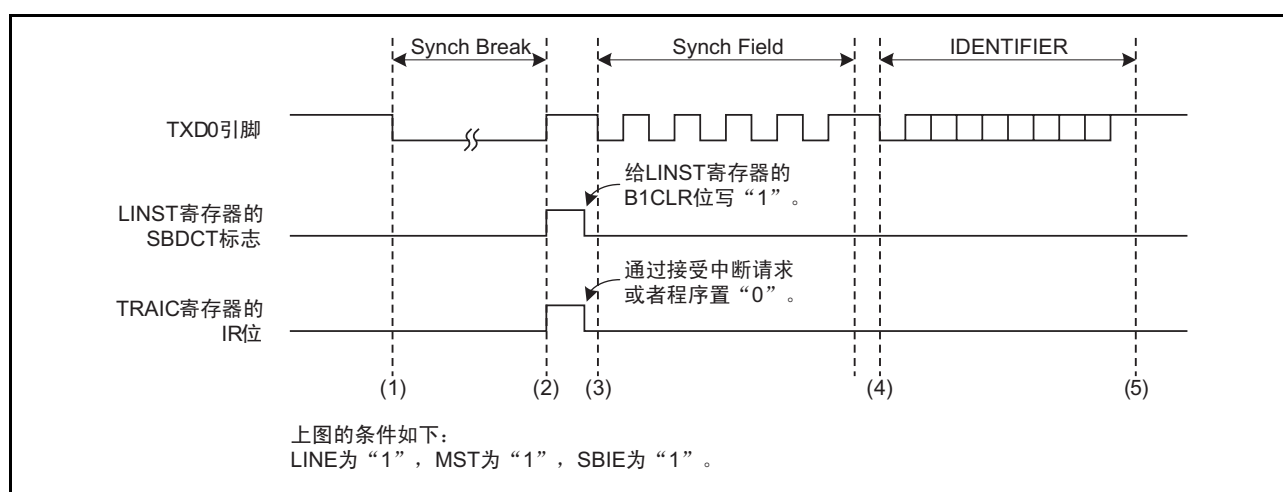
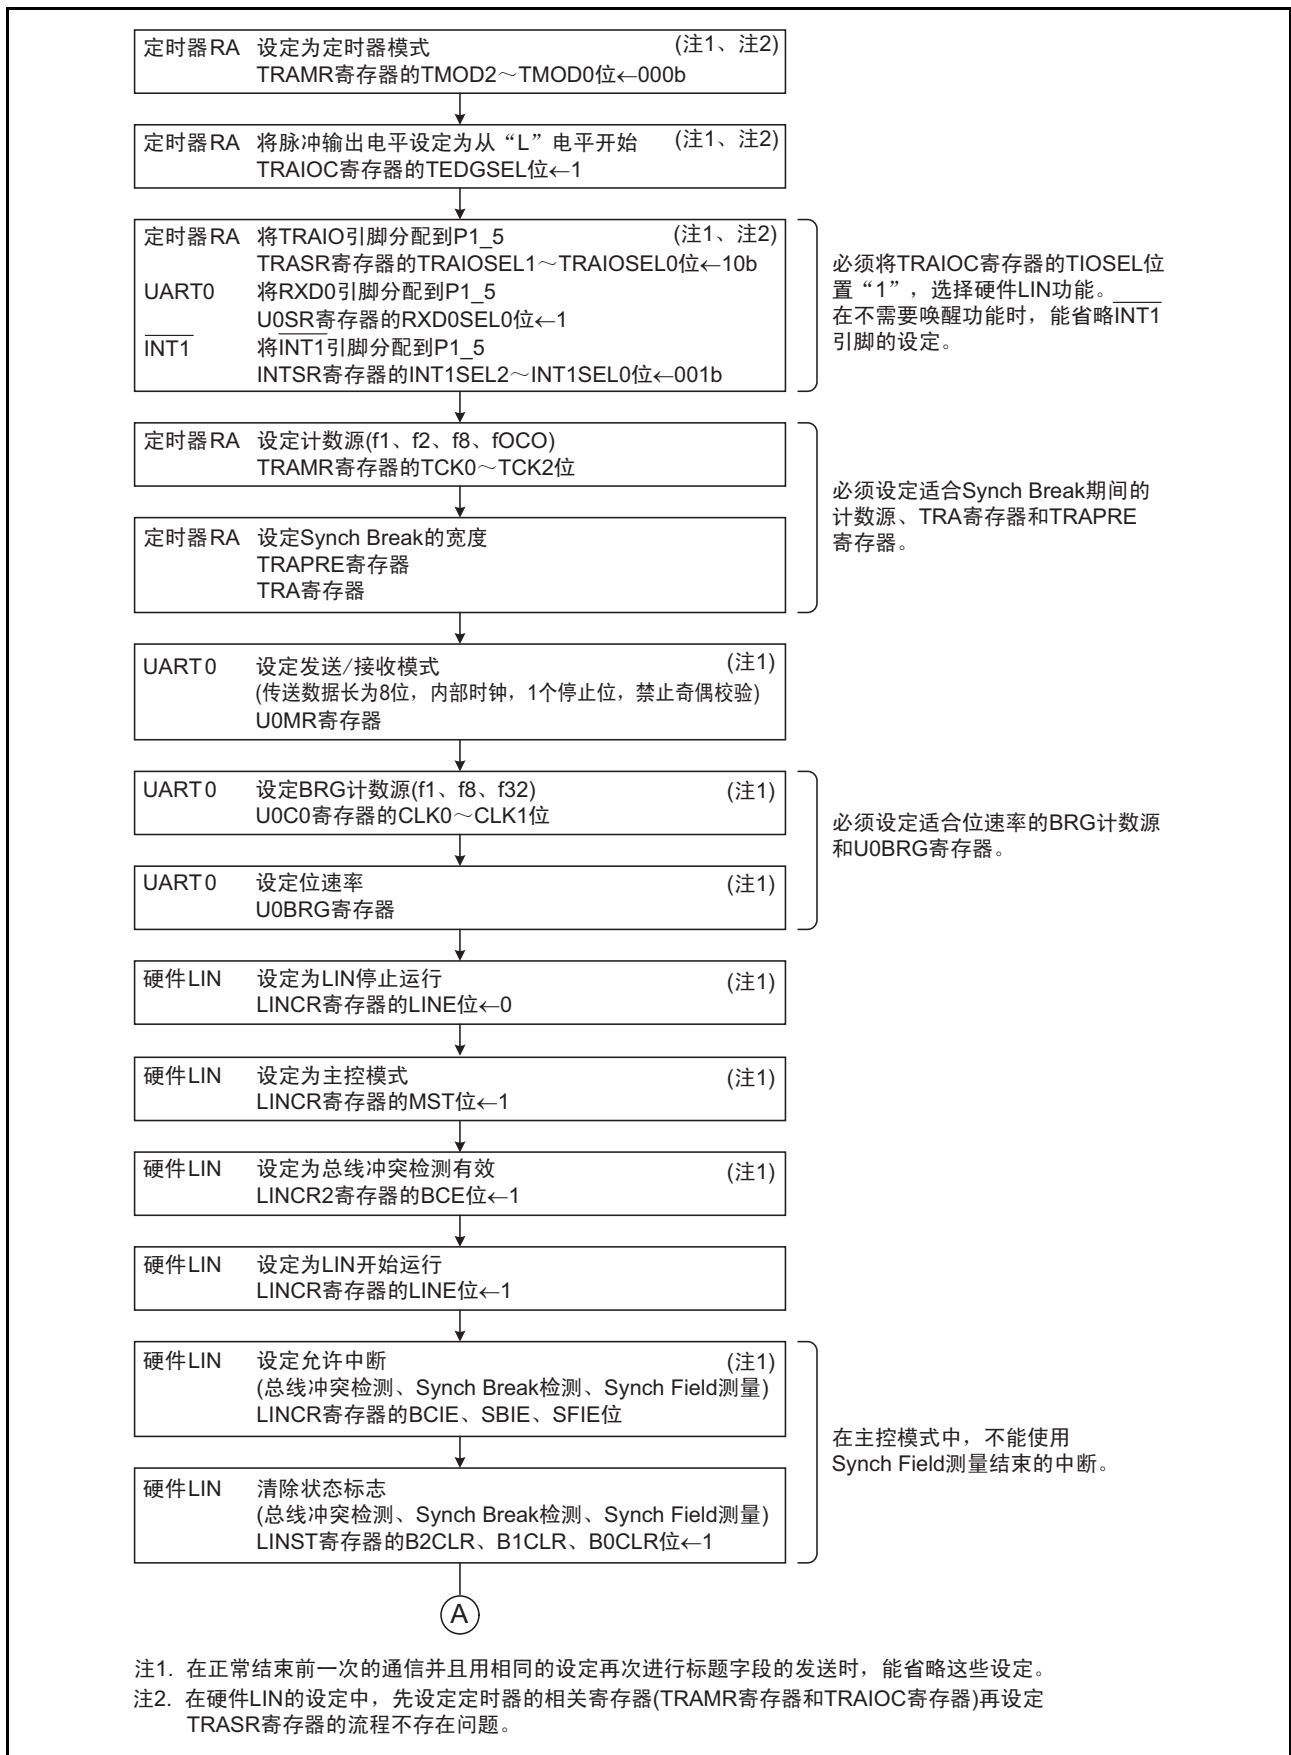
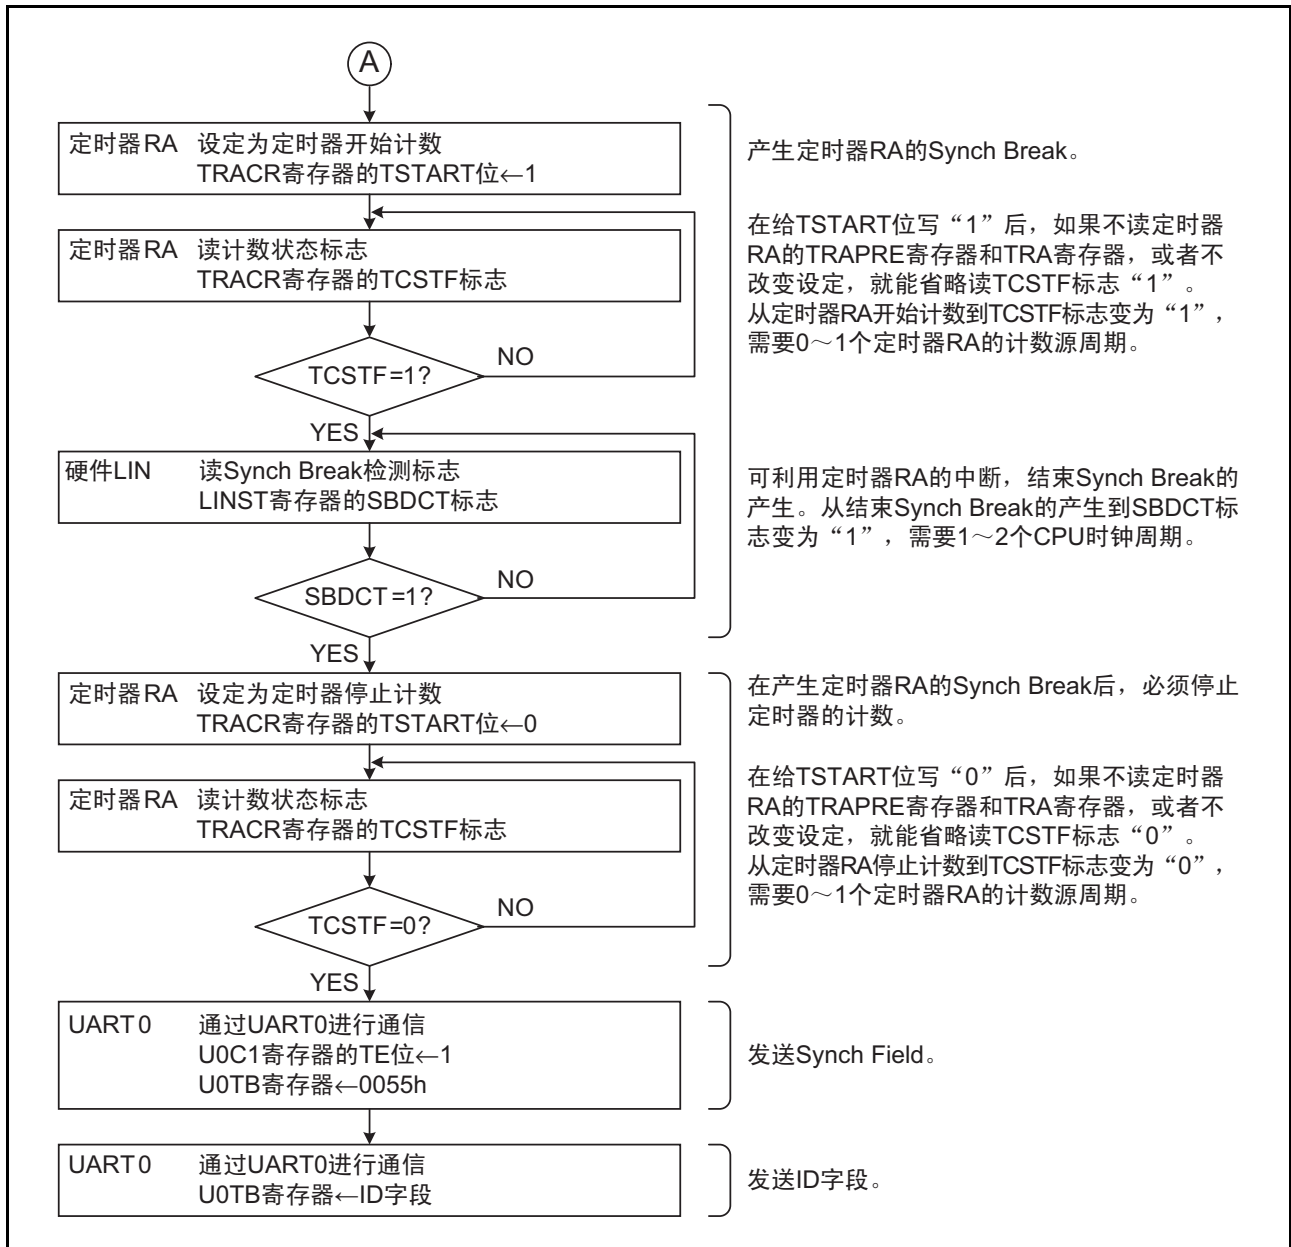
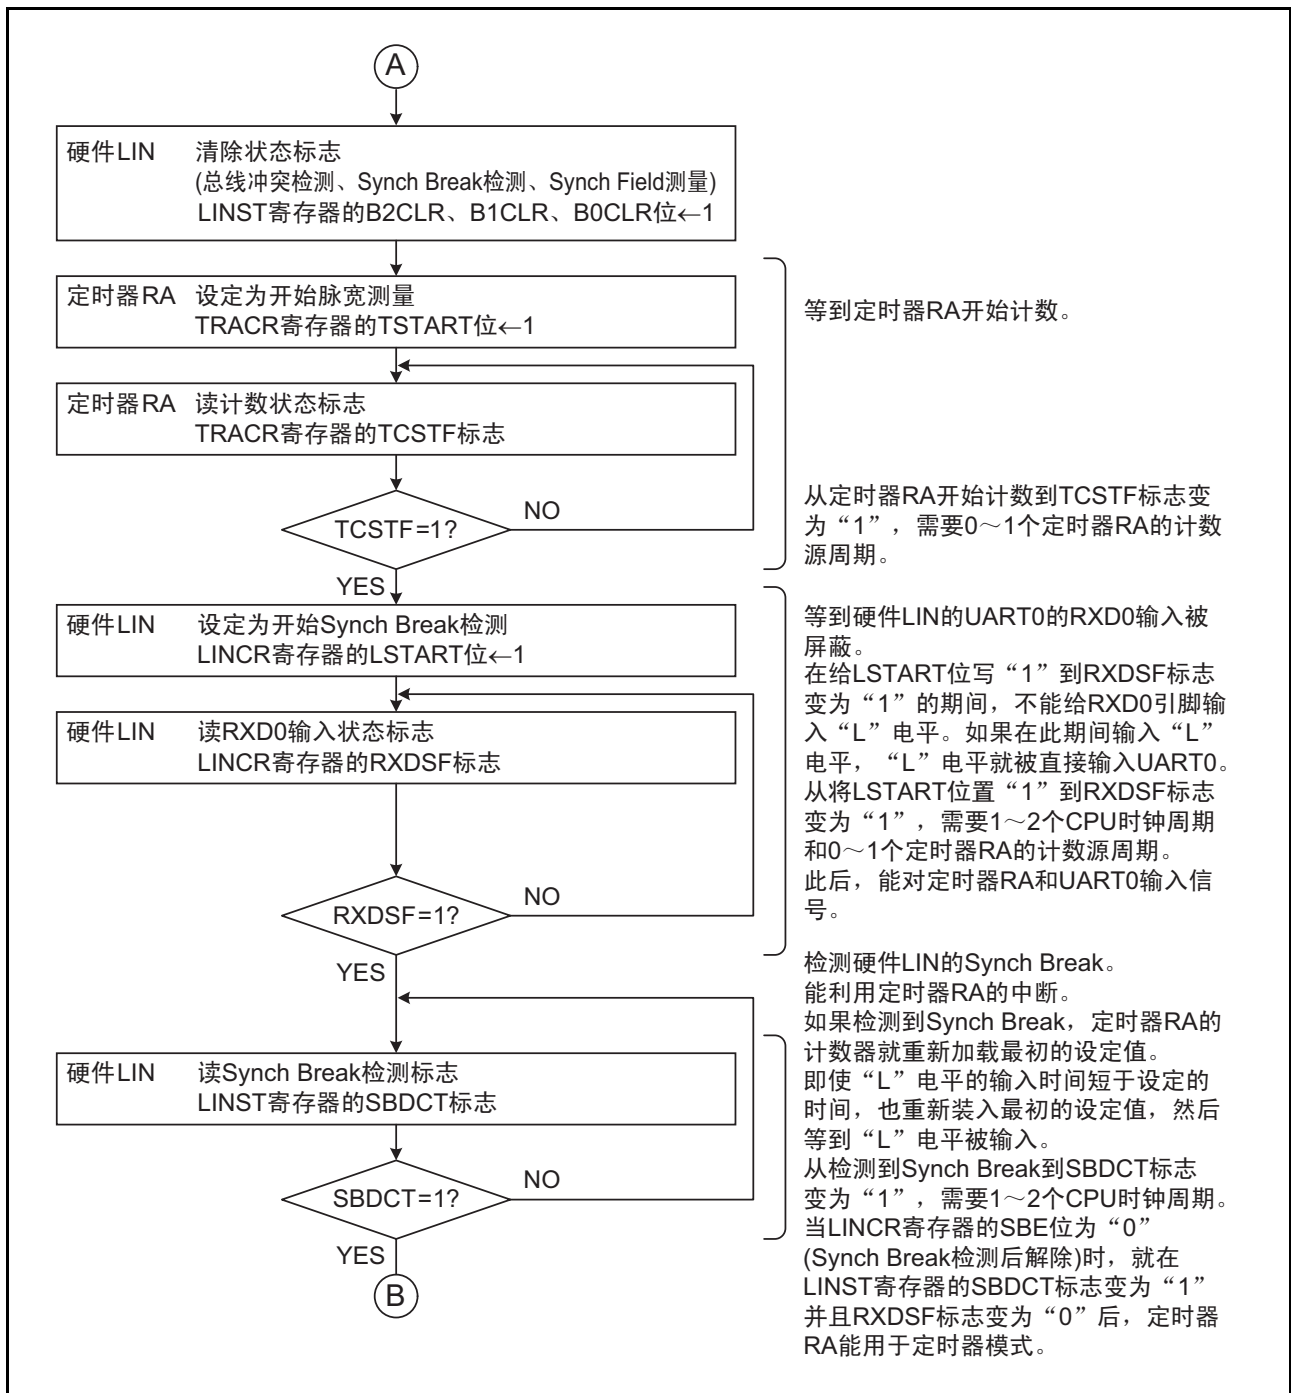

图 26.2 标题字段的发送运行例子
图 26.3 标题字段的发送流程图例子 (1)
图 26.4 标题字段的发送流程图例子 (2)
图 26.7 标题字段的接收流程图例子 (2)
注 3. 在将 LINE 位置“1” (LIN 开始运行) 后，立即禁止对定时器 RA 和 UART0 的输入 (请参照“图 26.3 标题字段的发送流程图例子 (1)”和“图 26.7 标题字段的接收流程图例子 (2)”)。
在 主控模式中，标题字段的发送运行例子和发送流程图例子分别如图 26.2 和图 26.3 ~ 图 26.4 所示。